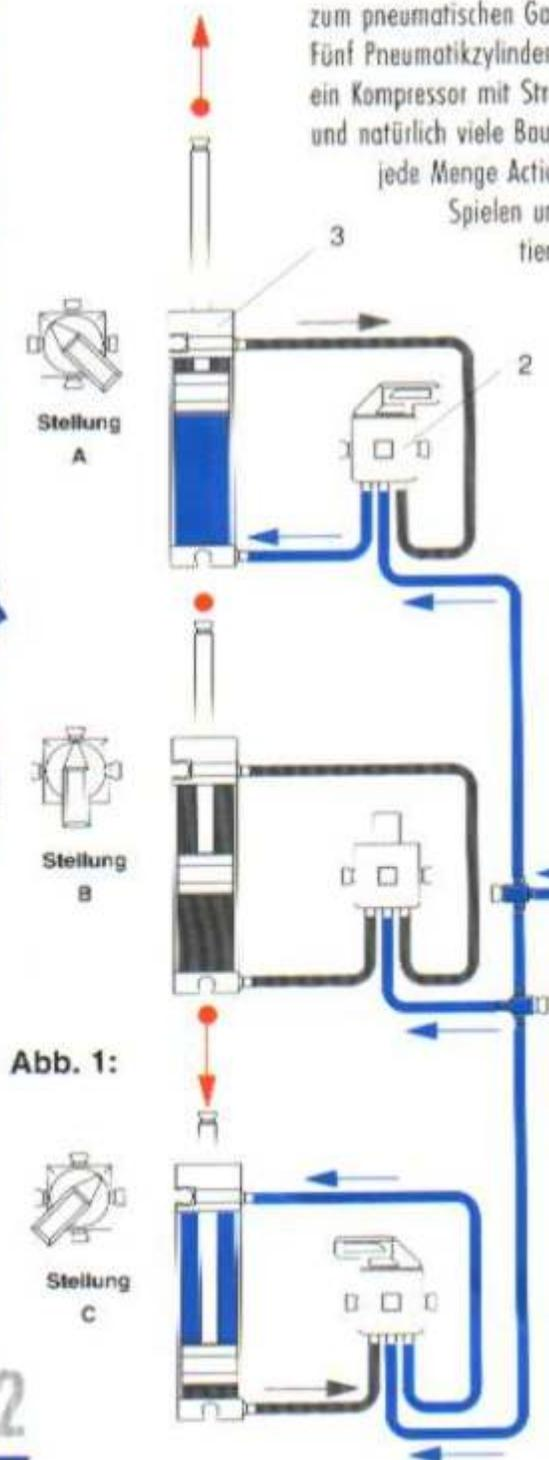

Abb. 1:
In **Abb. 1** ist das ganze Pneumatik-System dargestellt. Es besteht im wesentlichen aus dem Kompressor (1), der die nötige Druckluft erzeugt, den Ventilen (2), durch die die Luft in die Zylinder weitergeleitet wird, sowie den Pneumatikzylindern (3), die in der Lage sind, die Energie der Druckluft in mechanische Bewegung umzusetzen.